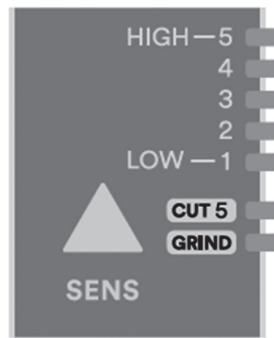

図6
切断作業用モードは遮光度を常に5で固定し、ガス切断などの際に使用します。研磨作業用モードは遮光度を常に3で固定し、研磨作業などの際に使用します。研磨作業用モードや切断作業用モードにするには、CUTやGRINDの設定になるまでSENSボタンを繰り返し押してください（図6）。研磨作業用モードや切断作業用モードを終了するには、お好みの感度設定になるまでSENSボタンを繰り返し押してください。CUTやGRINDに設定されている間は、LEDが8秒ごとに点滅し、使用者に注意を促します。
- 現在の感度設定を確認するには、SENSボタンをすばやく押して離します（図6）。設定中のLEDが点滅します。感度を変更するには、SENSボタンを繰り返し押して、点滅しているLEDを求める感度まで移動させてください。